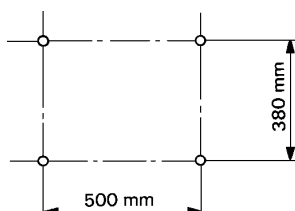

Fig. 13
- 1) El condensador se suministra con cuatro orificios de montaje. Asegurar la unidad con cuatro pernos. Véase la fig. 13.